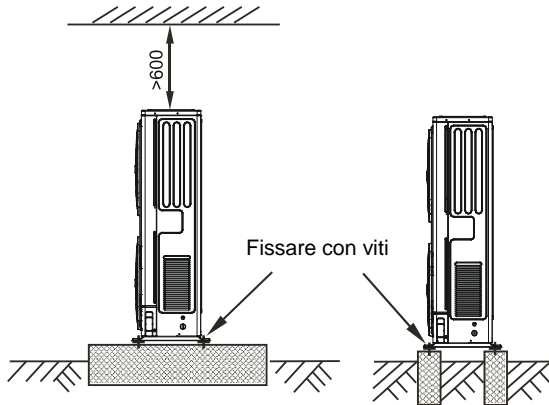

Fig. 3-5
- Costruire una fondazione in cemento secondo le specifiche per le unità esterne. (Vedi fig. 3-5.)
- Fissare i piedi dell'unità bene con viti per evitare che si ribalti in caso di terremoto o vento forte. (Vedi fig. 3-5.)